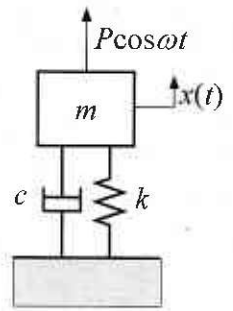

図2
- (1) 物体の自由振動の運動方程式を示せ。
- (2) 自由振動の角振動数を求めよ。
- (3) 時刻 $t = 0$ を t_0 とし、自由振動の1周期後の時刻を t_1 、 n 周期後の時刻を t_n とすると、 $x(t_n)/x(t_{n+1})$ を求めよ。ただし、 $x(0) \neq 0$ とする。
- (4) 図2のように、物体に $P \cos \omega t$ の強制力を加えたときの強制振動の振幅を、 ω 、 $\omega_n = \sqrt{k/m}$ 、 $\zeta (= c/2\sqrt{mk})$ 、 $x_s (= P/k)$ を用いて示せ。
- (5) 強制振動において速度の振幅が最大となるときの角振動数 ω を求めよ。